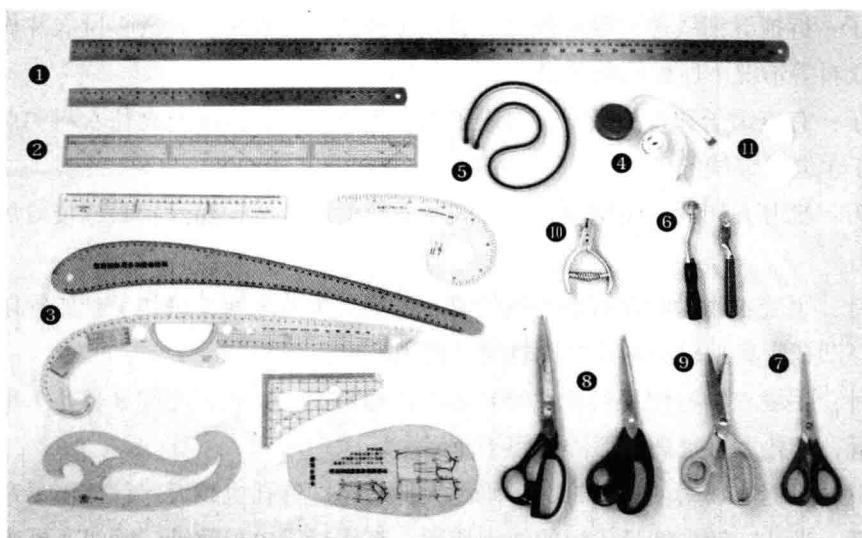

图1-1-1 画图、打板、裁剪用具
1. 画图、打板、裁剪用具（图1-1-1）
①直尺：测量长度或画线时使用的尺子，长度有20cm、30cm、50cm、60cm、100cm等多种规格。
②方眼定规：测量长度或画线时使用的尺子，主要功能是画直线、平行线、标注重要的点、标注角度等，长度有50cm、60cm等规格。